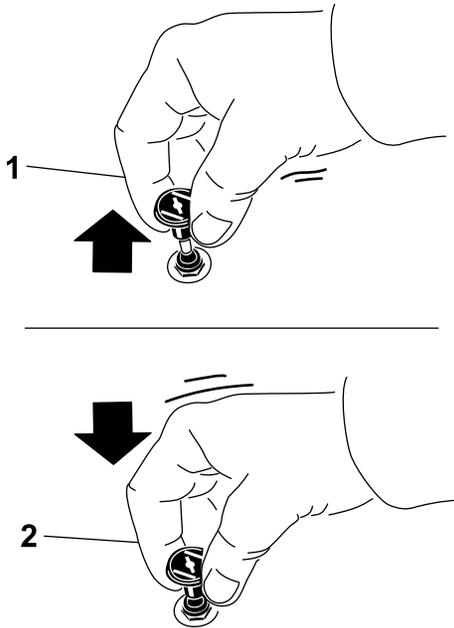

Figura 29
1. Puxe a alavanca do ar para cima para engatar o ar antes de utilizar a ignição (Figura 29).
2. Empurre a alavanca para baixo para desengatar a alavanca do ar quando o motor estiver a funcionar (Figura 29).